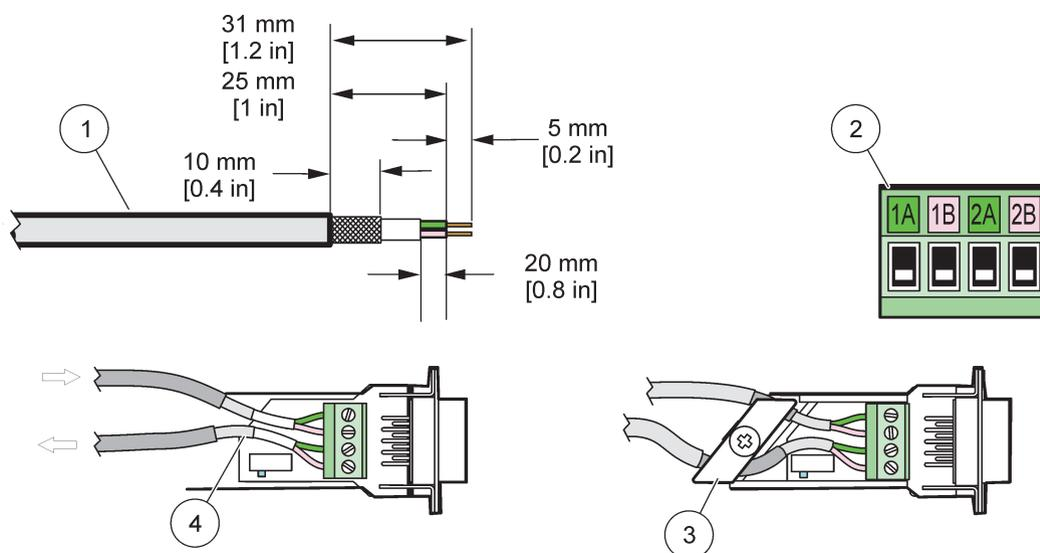

Figure 29 Enlever l'isolant du câble de communication
1. Enlever l'isolant du câble de communication(Figure 29).